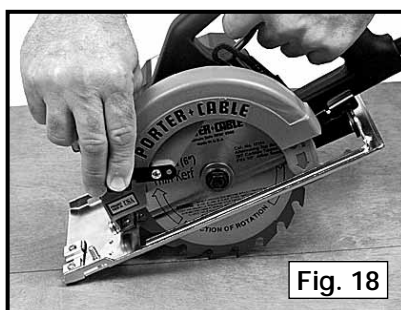

Fig. 18
⚠ AVERTISSEMENT Utilisez le levier (A), Fig. 18, placé sur le protecteur télescopique lorsque vous devez rétracter le protecteur télescopique manuellement.
Une coupe en poche en est une qui doit être pratiquée à l'intérieur de la surface de l'ouvrage et non en commençant depuis le bord. Marquez la zone clairement par des lignes sur tous les côtés. Commencez près du coin d'un côté et placez le bord avant de la base de scie fermement sur l'ouvrage. Tenez la scie en haut de manière à ce que la lame dégage l'ouvrage. Assurez-vous d'avoir réglé la lame adéquatement pour la profondeur de coupe. Poussez le levier du protecteur télescopique à fond vers l'arrière afin d'exposer la lame de la manière illustrée à la Fig. 18. Mettez le moteur en marche et abaissez la lame dans l'ouvrage. Une fois que la lame a coupé au travers, et que la base repose à plat sur l'ouvrage, suivez la ligne jusqu'au coin. Utilisez une scie à baïonnette ou trou de clavette pour découper des coins bien nets.